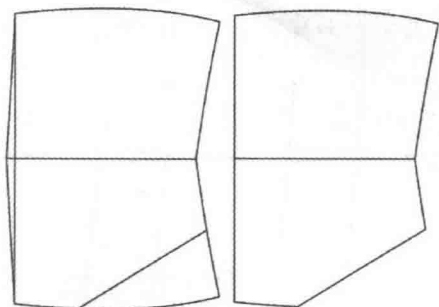

图 7-105 袋布步骤 6
⑥选择  【智能笔】工具将袋布二端相连画一条直线。
⑦选择  【橡皮擦】工具删除多余的线段，再用  【智能笔】工具的靠边功能将线段靠边（图 7-105）。